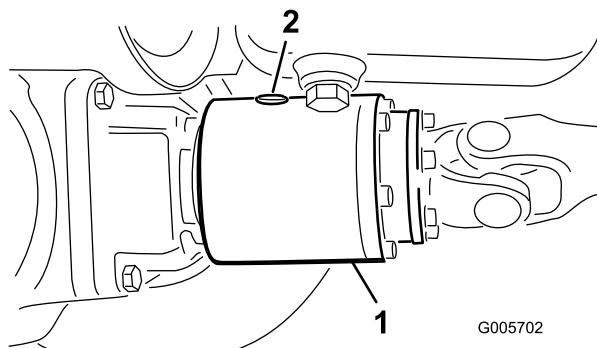

**Figura 31**
2. Retire os tampões de verificação do eixo e certifique-se de que o lubrificante atinge a parte inferior de cada orifício. Se o nível estiver baixo, retire o tampão de enchimento e adicione lubrificante suficiente para o nível de lubrificante subir até ao fundo dos orifícios dos tampões de verificação (Figura 31).